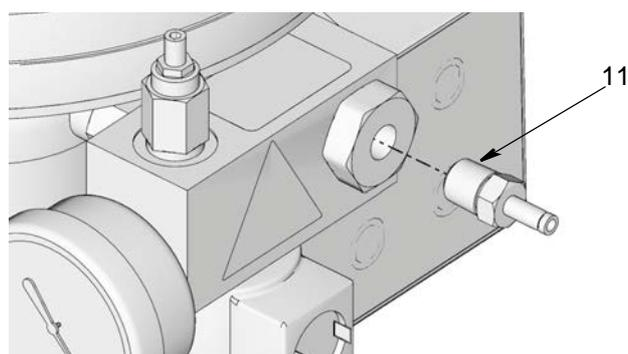

FIG. 8
5. Appliquer du produit d'étanchéité pour filetage sur les filetages de l'adaptateur d'extrémité de tuyau puis placer l'adaptateur (11) dans la sortie de la vanne (FIG. 8).